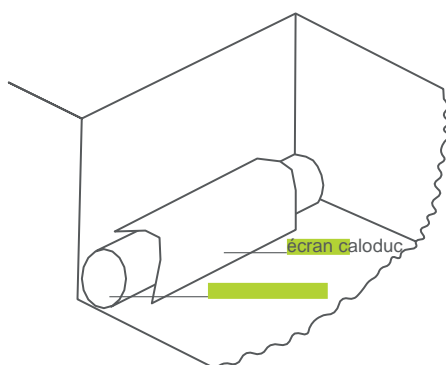

fig. 1 - protection au moyen d'un écran
2. En cas d'utilisation du feu, les installations de chauffage doivent être protégées de tout dommage au moyen d'un matériel approprié (voir fig. 1). Le matériel de lutte contre l'incendie doit être sur place. Il est interdit de s'approcher d'installations de chaleur en plastique (par exemple des tuyaux P.E.) avec une flamme à moins de 0,60 m.